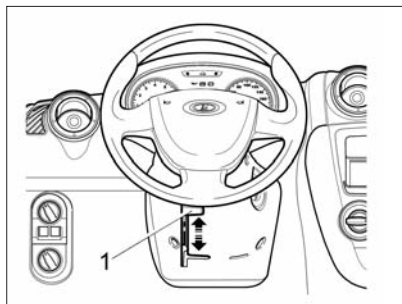

Рис. 12. Регулировка положения рулевого колеса (в варианном исполнении)
**В варианном исполнении** на автомобиле устанавливается регулируемая по углу наклона рулевая колонка. Для выбора оптимального положения рулевого колеса опустите блокирующую рукоятку **1** (рис. 12) вниз и, после установки рулевого колеса в желаемое положение, зафиксируйте рулевую колонку перемещением рукоятки в крайнее верхнее положение.